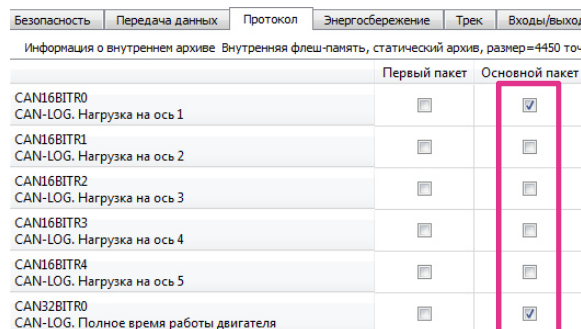

Рис. 20
- 3.7 для отправки полученных данных на сервер мониторинга перейдите на вкладку «Настройки» -> «Протокол» Конфигуратора, настройте основной пакет на передачу выбранных тэгов на сервер (рис. 20) и нажмите кнопку «Применить»;